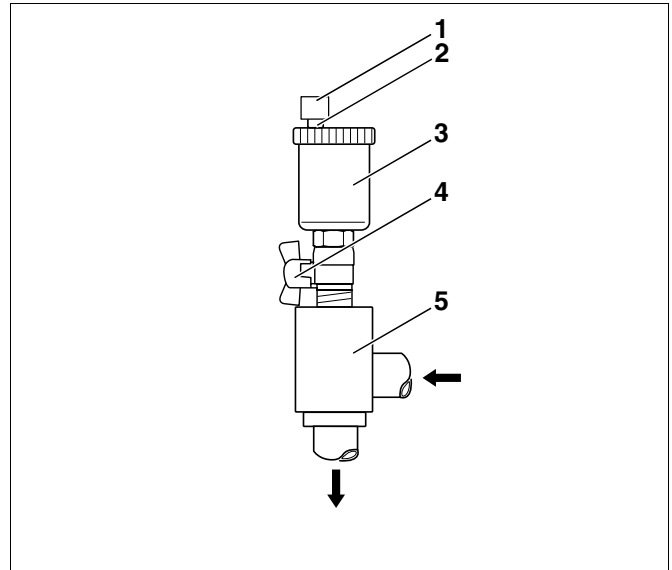

Fig. 24 Purga automática
- Desenrosque o dispositivo de purga automática (Fig. 24, **Item 3**) e limpe-o.
- Se utilizar um dispositivo de purga automática (acessório), purgue o sistema, abrindo a torneira de esfera (Fig. 24, **Item 4**, Página 26).